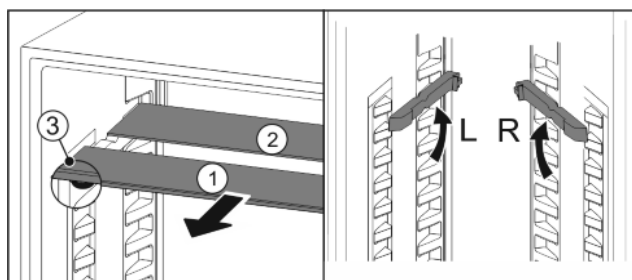

Fig. 22
- ▶ Издърпайте Fig. 22 (1) поотделно стъклените плочи напред.
- ▷ Стъклената плоча Fig. 22 (1) с ограничителя на изтеглянето е отпред.
- ▷ Ограничителите сочат надолу Fig. 22 (3).